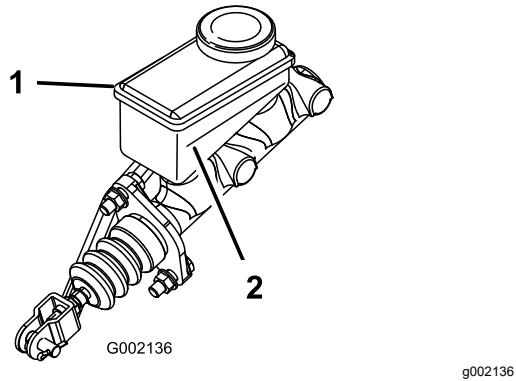

図 45
- タンクの側面についているマークで、量を点検する図45。
- B. 最低ラインより上まで DOT 3 ブレーキ液を補給する図 45。